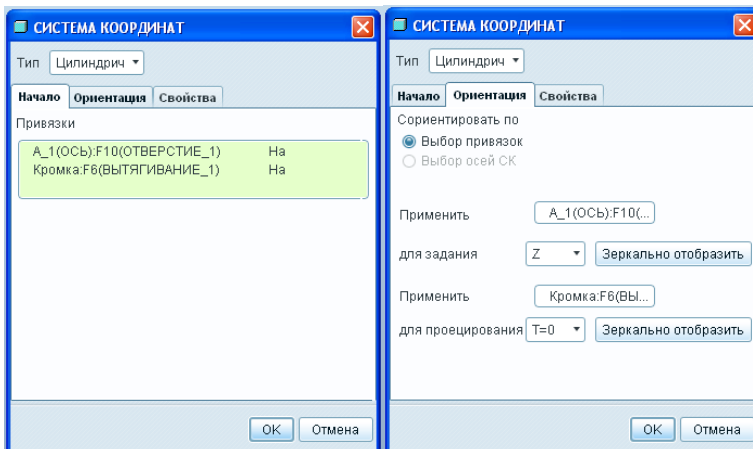

Рис. 11. Настройка системы координат
- укажите ось A_1 для расположения, удерживая CTRL укажите ребро, как показано на следующем рис. 11;
- укажите ось A_2 для расположения, удерживая CTRL укажите ребро, указанное на рис. 11;